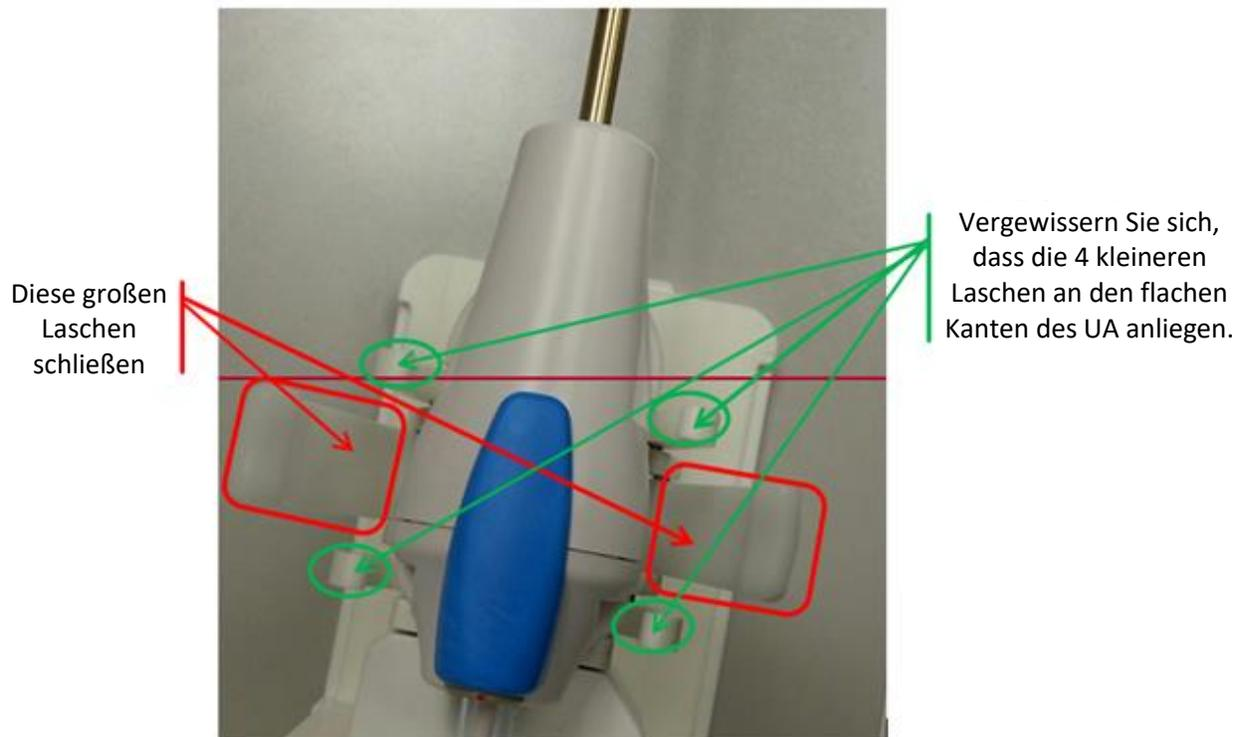

Abbildung 52: UA auf PS mit UA-Griff im UA-Greifer montiert
6. **MRT-MTRA:** Halten Sie den UA-Griff im UA-Greifer des PS fest (*Abbildung 52*). Der UA darf nicht in seine Position „gezwungen“ werden. Sollte dies der Fall sein, den UA vom UA-Greifer lösen und die PS-Achsen anpassen, um eine bessere Ausrichtung mit dem UA zu erreichen. Vor dem Befestigen des UA im Greifer des PS ist sicherzustellen, dass die Auf- und Ab-Entriegelungsknöpfe und die Kipp-Entriegelungsknöpfe am PS verriegelt sind.